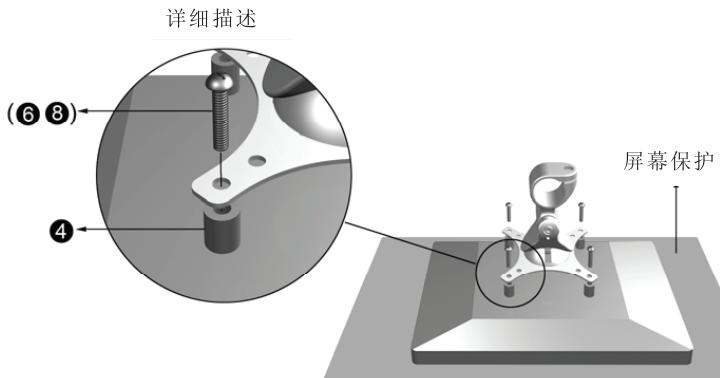

图: 2-3
- 选择合适的垫圈(4)和螺栓(6、8)，将选择的垫圈放在显示屏后面位置，然后将安装板上的安装孔与显示屏上的安装螺孔对准(如图2-3)。